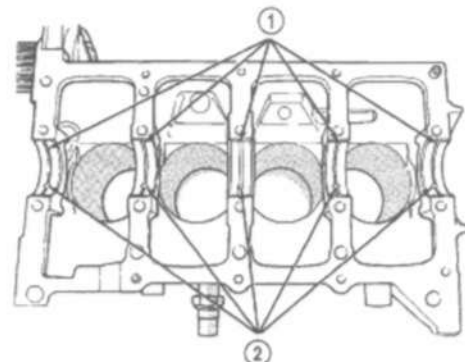

Рис. 44 Установка верхнего вкладыша коренного подшипника
- (1) Установить вкладыши коренных подшипников со смазочной канавкой на блок цилиндров (Рис.44).
- (2) Убедиться, что масляные отверстия блока соосны относительно масляного отверстия подшипника, а пластины подшипника сидят в специальных прорезях блока.